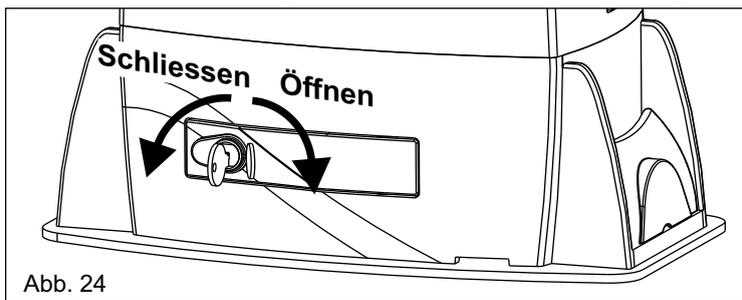

Abb. 24
- Die Schutzklappe des Schlosses öffnen, den Schlüssel einführen und um 90° im Uhrzeigersinn drehen (Abb.24).